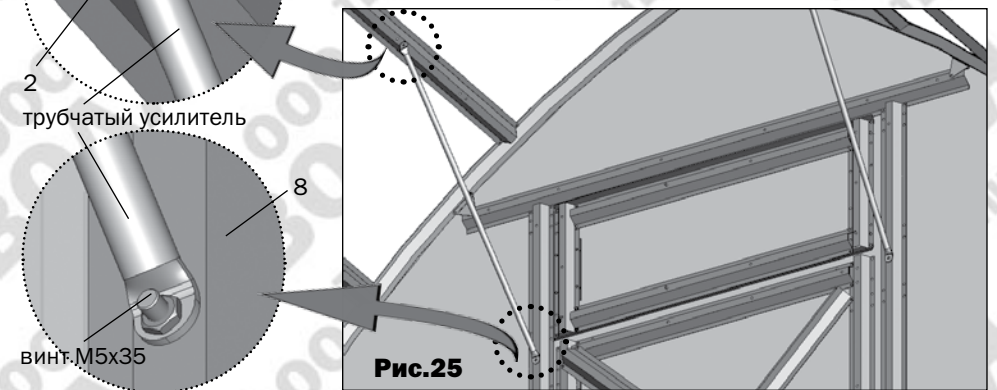

Рис.25
10. Установите трубчатые усилители дверного проема в соответствии с рис.25. Закрепите их на торце винтом M5x35 через покрытие торца, а на прогоне винтом M5x10.